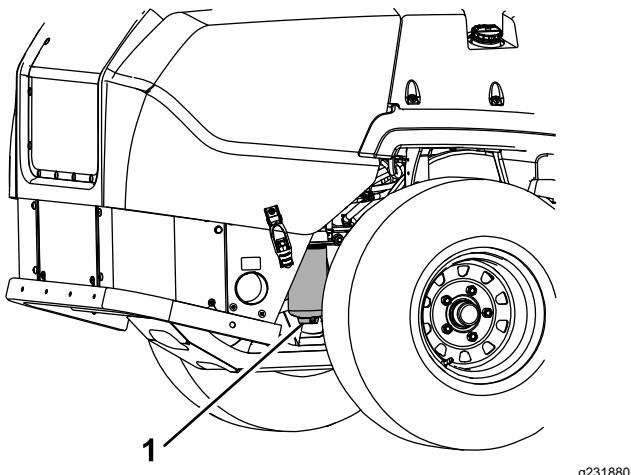

Figura 44
3. Coloque un recipiente de vaciado debajo del filtro de combustible y afloje el tapón de vaciado una vuelta aproximadamente (Figura 44).